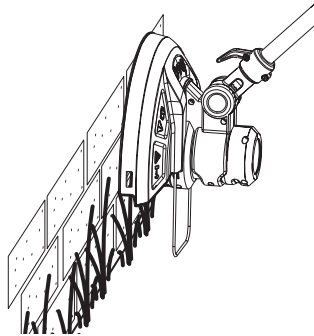

Fig. 20
1. Assegure que a proteção da faca (11d) está removida e que o protetor de plantas (13) está puxado para fora, antes da operação
2. Coloque a roda do cortador de bordos (16) no suporte do cortador de bordos (14a).
3. Ajuste o ângulo do punho principal (1) para 90° ou 180°, para cortar bordos (Fig. 20).